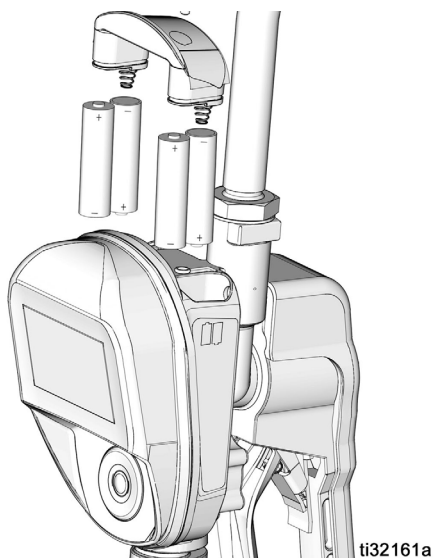

FIG. 48
- Asegúrese de respetar la polaridad correcta como se indica en las etiquetas de instalación ubicadas en cada lado de la válvula dispensadora cuando instale las pilas en su compartimento (FIG. 48).
4. Ponga 4 pilas nuevas. Mire las etiquetas de cada lado del alojamiento y la FIG. 48 para ver la orientación de las pilas.